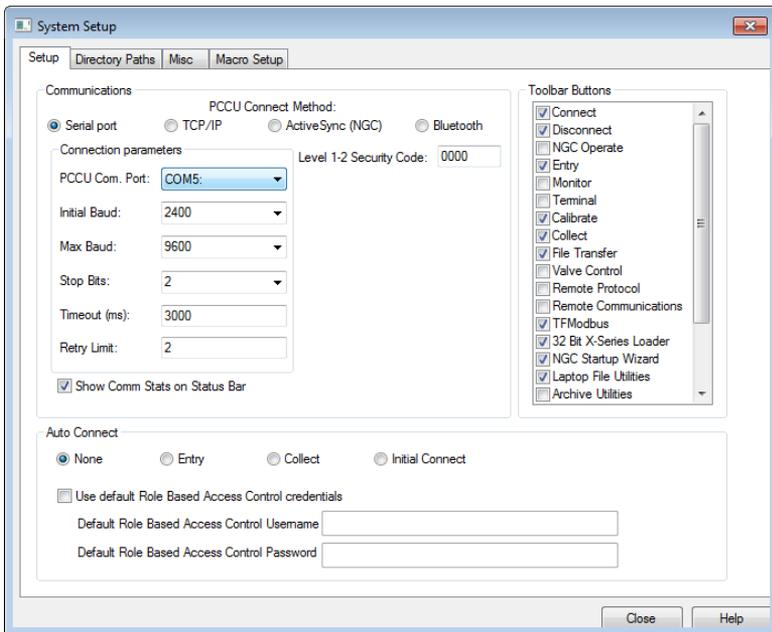

Figura 14: Configuração da comunicação local
- b. Na **PCCU Com.** (Com. do PCCU) No menu **Port** (Porta), em **Connection Parameters** (Parâmetros da Conexão), selecione a porta de comunicação do PC que contém a conexão de cabo local (Figura 14).